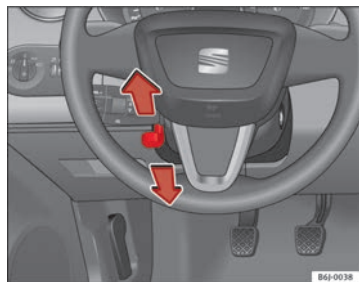

Abb. 96 Lenkradhöhen-einstellung
- Schwenken Sie den Hebel $\Rightarrow$ Abb. 96 unter der Lenksäule nach unten $\Rightarrow$ ⚠.
- Stellen Sie das Lenkrad in die gewünschte Position ein $\Rightarrow$ Abb. 96.
- Stellen Sie den Fahrersitz bzw. das Lenkrad so ein, dass der Abstand zwischen Lenkrad und Brustbein mindestens 25 cm beträgt $\Rightarrow$ Abb. 96. Wenn Sie den Mindestabstand nicht einhalten, kann Sie das Airbag-System nicht schützen – Lebensgefahr!